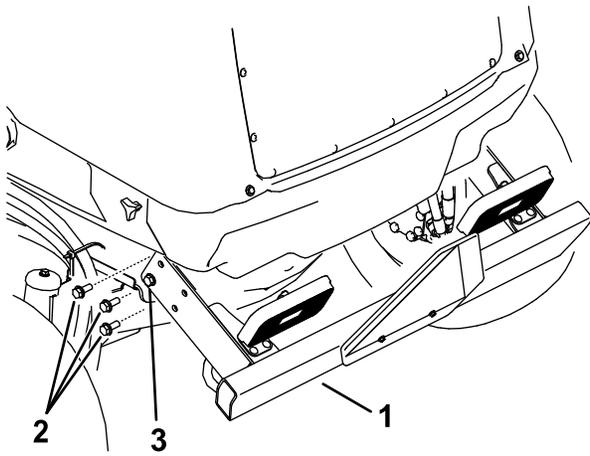

Bild 110
- Entfernen Sie die drei Bundkopfschrauben von jeder Seite der hinteren Stoßstange, wie in Bild 110 abgebildet.
6. Heben Sie die hintere Stoßstange in die richtige Stellung an und setzen Sie die Bundkopfschrauben ein. Ziehen Sie alle Bundkopfschrauben an, mit denen die hintere Stoßstange am Rahmen befestigt ist (Bild 110).